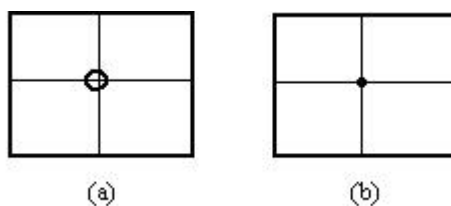

Fig. 2 Reglajul de focalizare
- Pentru reglajul de focalizare se aduce comutatorul „time/div” pe poziția „X” în care baza de timp este decuplată, prin apăsarea butonului X-Y (26). Dacă nu se aplică semnal la nici una din intrările osciloscopului, pe ecranul osciloscopului apare un punct care poate fi deformat, dar simetric față de centru (fig. 2 a).
Din reglajul FOCALIZARE (potențiometrul 4 în figura 1) punctul se reduce la dimensiuni cât mai mici (fig. 2.b).